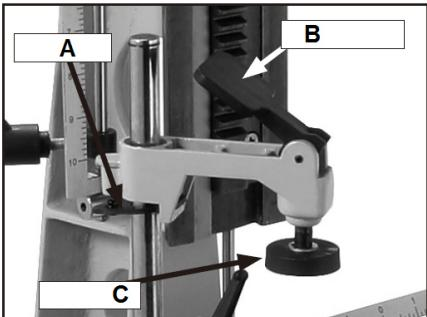

Рис. 11
Для использования и регулировки прижимов стола (Рис. 11):
1. Вытяните небольшой стержень (A, Рис. 11) с задней стороны корпуса прижима, чтобы отрегулировать высоту.
2. Потяните рукоятку прижима (B, Рис. 11), чтобы поднять прижимной диск (C, Рис. 11), и опустите его вниз в направлении корпуса, чтобы прижать заготовку.